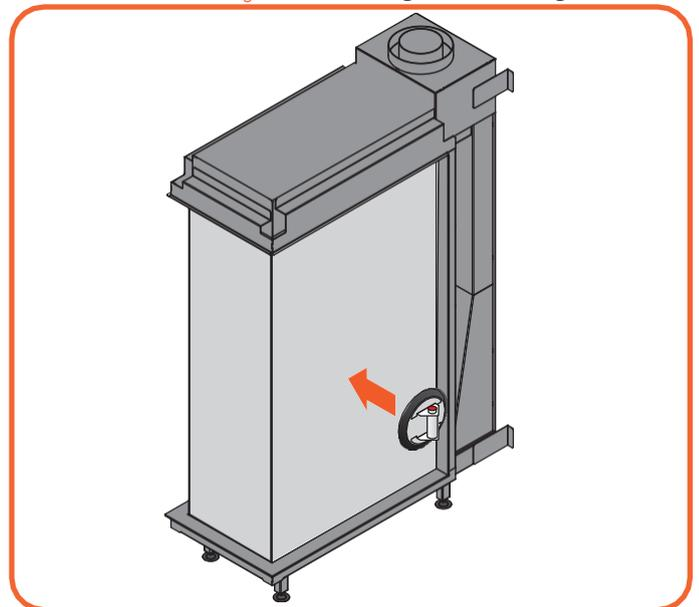

Fig. 9.7 Mise en place de la ventouse
- Placez la ventouse sur la vitre et assurez-vous qu'elle est bien aspirée (voir figure 9.7).